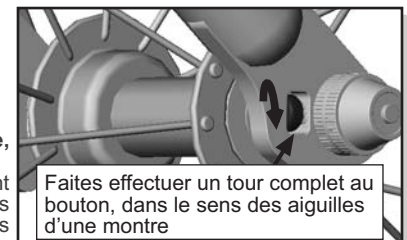

Fig. 5 Bouton Droit de Réglage
b. Faites effectuer un tour complet au bouton droit, dans le sens des aiguilles d'une montre, tel que cela est illustré en fig. 5. Vous pousserez ainsi le côté droit de la roue vers l'avant. Resserrez le dégagement rapide.
b. Faites effectuer un tour complet au bouton gauche, dans le sens des aiguilles d'une montre, tel que cela est illustré en fig. 5. Vous pousserez ainsi le côté gauche de la roue vers l'avant. Resserrez le dégagement rapide.